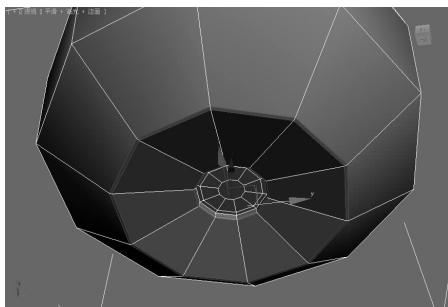

图 5-109 修改后的底面▲
(4) 使用相同的方法修改第一个圆柱体底部的边, 修改后的效果如图 5-109 所示。